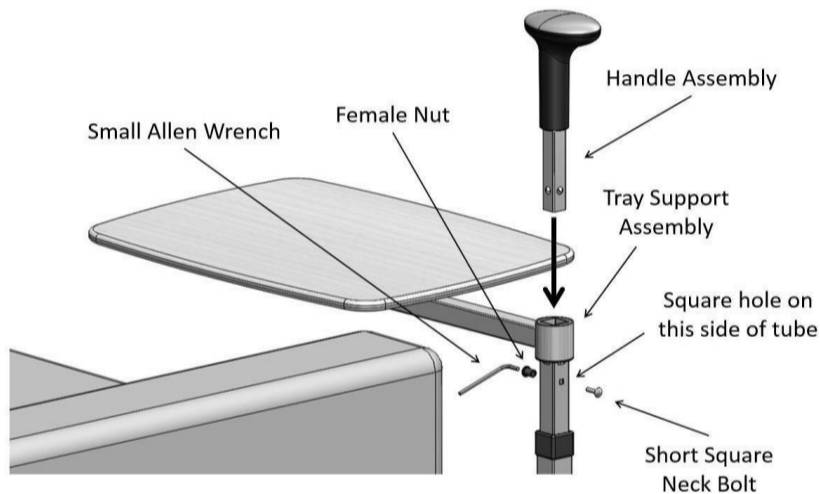

FIGURE 9
8. Fixez l'ensemble de poignée à l'ensemble de support de plateau à l'aide de la petite clé Allen, de l'écrou femelle et du boulon à col carré court, comme illustré à la figure 9. **REMARQUE:** Le boulon à col carré court doit être inséré dans le trou carré de l'ensemble de support de plateau.